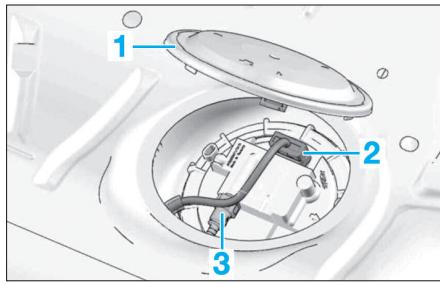

Fig. 24
- Déclipser le protecteur (1) (Fig.24).